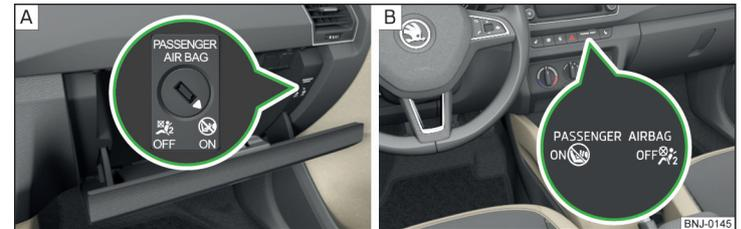

Abb. 12 Schlüsselschalter für Beifahrer-Frontairbag / Kontrollleuchte für Beifahrer-Frontairbag
- Die Kontrollleuchte  unter dem Schriftzug PASSENGER AIRBAG » Abb. 12 auf Seite 20 -  leuchtet nach dem Einschalten der Zündung auf.
- › Mit dem Schlüssel den Schlitz des Schlüsselschalters vorsichtig in die Position **OFF** » Abb. 12 - **A** drehen.
- › Prüfen, ob nach dem Einschalten der Zündung die Kontrollleuchte **OFF** unter dem Schriftzug **PASSENGER AIRBAG** » Abb. 12 - **B** leuchtet.
- › Mit dem Schlüssel den Schlitz des Schlüsselschalters vorsichtig in die Position **ON** » Abb. 12 - **A** drehen.
- › Prüfen, ob nach dem Einschalten der Zündung die Kontrollleuchte **ON** unter dem Schriftzug **PASSENGER AIRBAG** » Abb. 12 - **B** leuchtet.